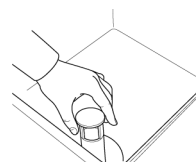

Fig.39
- 2- Ouvrir la porte et enlever le trop-plein. (Fig.39)